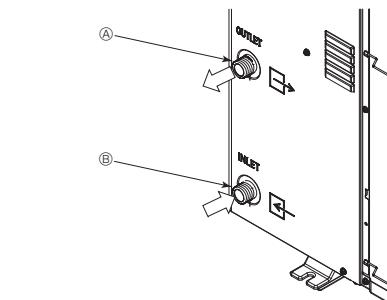

Fig. 6-1
6.1. Соединение водопроводных труб (Fig. 6-1)
- Положение входных и выходных труб показано на рисунке Fig. 6-1.
[Fig. 6-1]